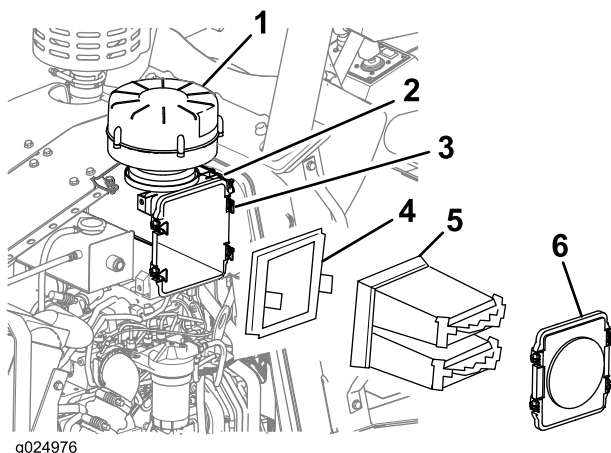

Figura 75
2. Sbloccate i 4 fermi che fissano il coperchio del filtro dell'aria e rimuovete il coperchio (Figura 75).
3. Rimuovete gli elementi primari e secondari del filtro dell'aria dall'alloggiamento del filtro (Figura 75).
4. Utilizzate un panno umido pulito per pulire l'interno dell'alloggiamento del filtro (Figura 75).
10. Fissate il coperchio del filtro dell'aria sul relativo alloggiamento con i 4 fermi (Figura 75).